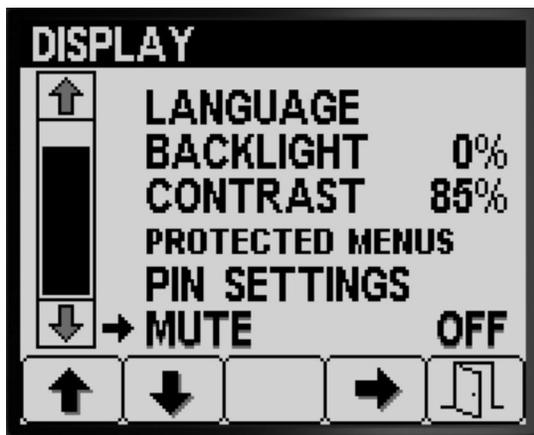

图 31
- 按 4 号按钮可 ON 打开或 OFF 关闭音频指示图标图 31。
- 按 5 号按钮可保存设置退出 MUTE 静音屏幕然后返回至 SETTING 设置屏幕图 31。